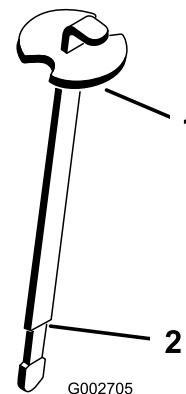

図 16
3. 補給口の首からディップスティックを抜き、きれいなウェスでていねいに拭く。もう一度首に差し込んで引き抜き、オイルの量を点検する。マーク位置 (ディップスティックのくびれている所) まであればよい (図 16)。